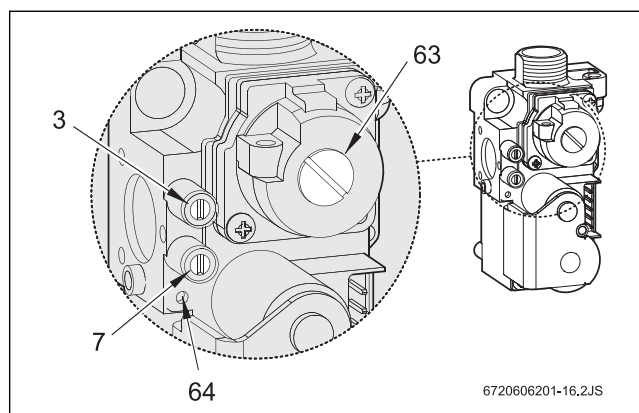

Fig. 50 Cuerpo de gas
- ▶ Desmontar la cubierta del tornillo de ajuste del gas (63) (Fig. 50).
- ▶ Tratándose de gas natural: ajustar el consumo MAX con el tornillo de ajuste (63) (Tab. 10).